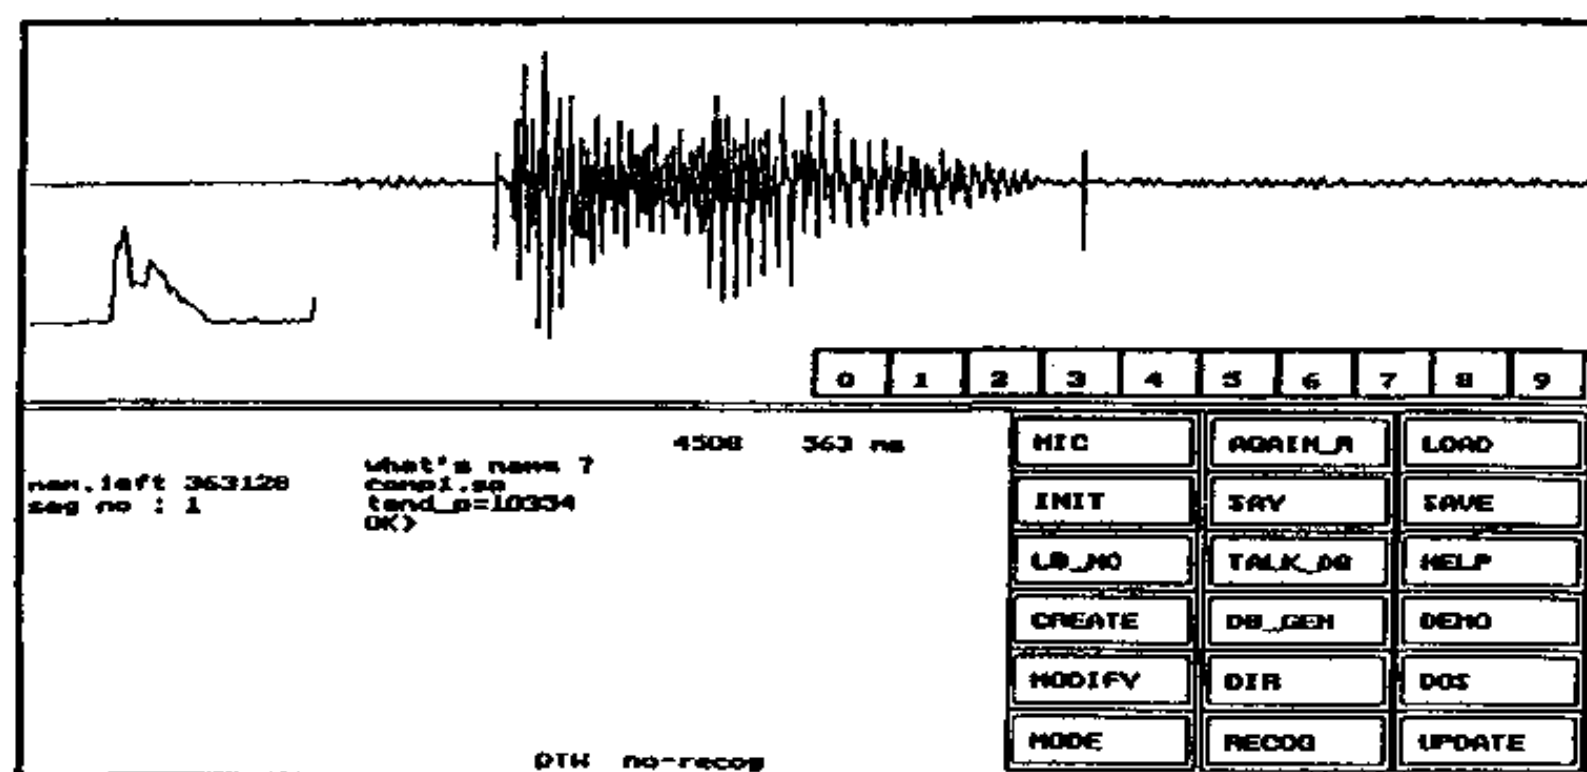

图 14-4 所录制的声音波形
- 步骤 1：移动鼠标至 MIC ICON 区，按下鼠标左键，说出“电脑”，再次按下鼠标左键，则系统完成录音的工作，并将波形显示出来，如图 14-4。